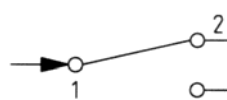

Рис. 3.
4. Провода подключаются к клеммам реле 1 и 2, либо 1 и 3, либо к клеммам 1, 2, 3. Схема подключения реле определяется логикой цепи управления вентиляцией. Электрическая схема реле приведена на рис. 3.